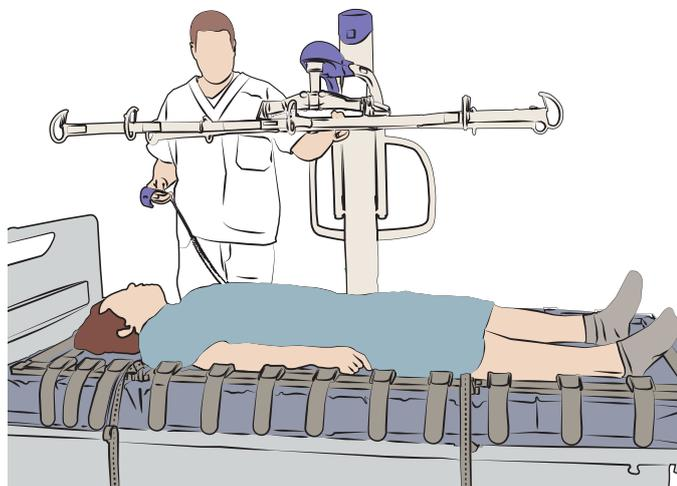

Fig. 11
2. Allineare parte centrale della barra all'ombelico del paziente. Vedere fig. 11.